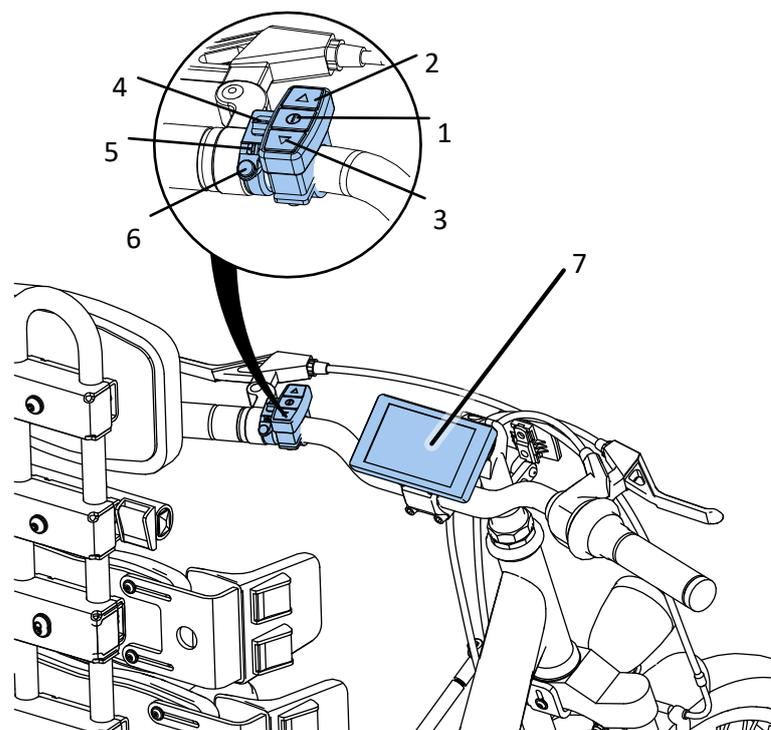

Abb. 9
Abb. 9 zeigt das Tastenmodul des elektrischen Steuergeräts. Das Ein- und Ausschalten des Elektroantriebs erfolgt durch langes Drücken der Taste (1). Nach 5 Minuten Inaktivität schaltet sich das Gerät automatisch aus.